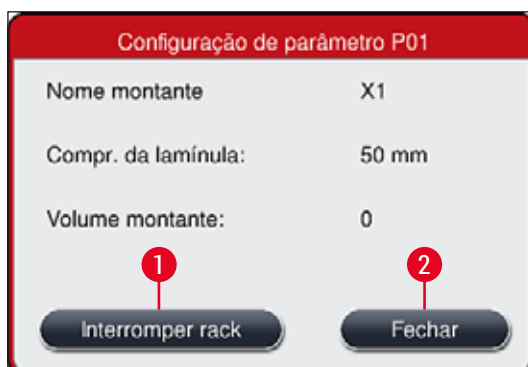

Fig. 79
2. Surge uma visão geral do rack para o qual o processo está sendo cancelado (→ Fig. 79).